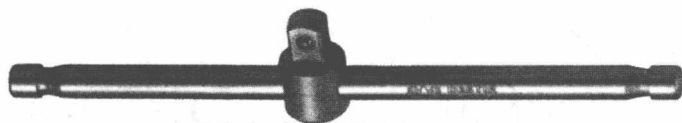

图 1-2-13 滑杆
(1) 认识 滑杆也称滑动 T 形杆，是套筒专用配套手柄，如图 1-2-13 所示。